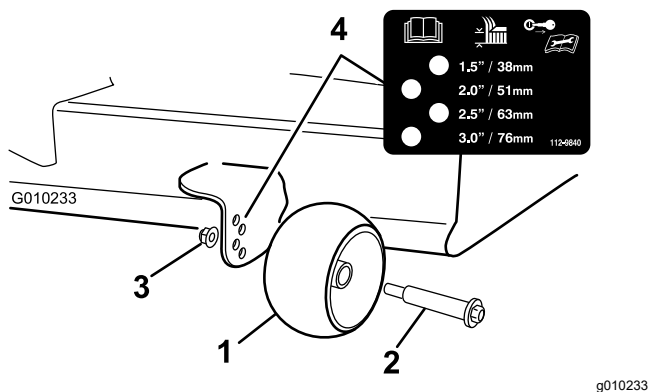

Figure 26
3. Réglez les galets anti-scalp (Figure 26) à la position correspondant le mieux à position de hauteur de coupe.